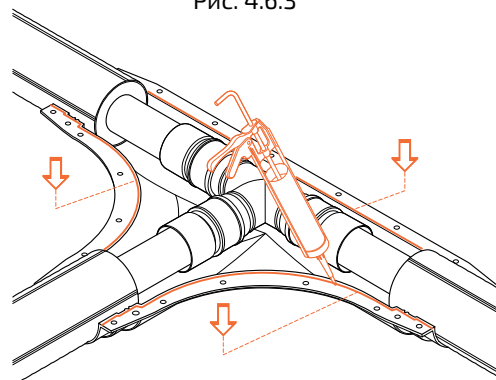

Рис. 4.6.4
- Надвинуть фитинг с гильзой на торец напорной трубы до упора (рис. 4.6.4).
4. Нанести герметик на нижнюю половину защитного кожуха по линии последующего соединения с верхней половиной (рис. 4.6.4).